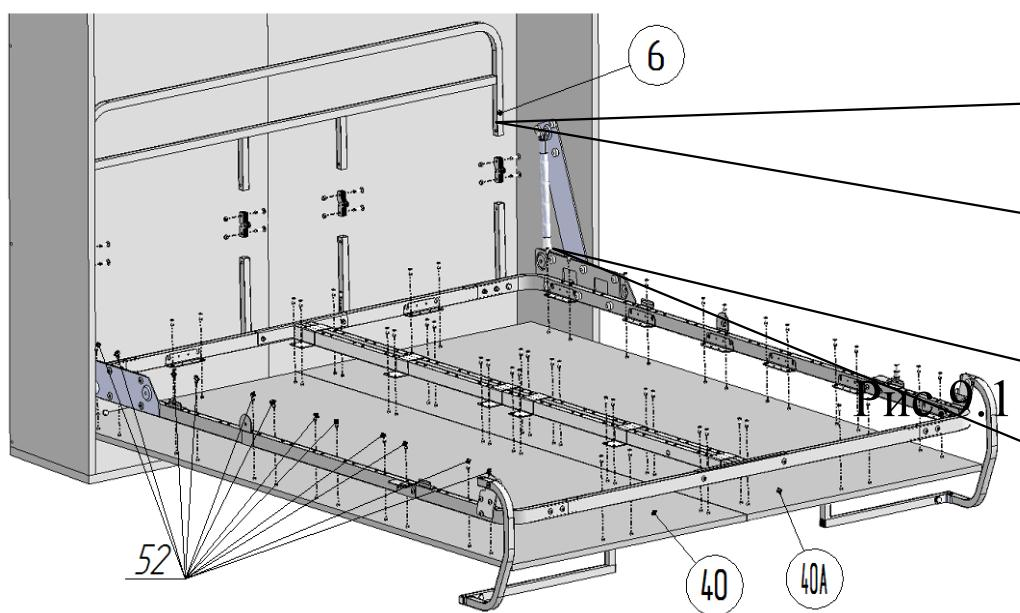

РИС.9.1
11. Установить шарниры поз. 11 в бортик поз.6 и стойки бортика поз.9 (рис.9.1 и 9.2). Закрепить, используя Винт M6x25 поз.16, гайку M6 со стопорным кольцом поз.23.
декоративные щиты на раме, используя саморезы Ø4x16 поз.52 (рис.9.1).